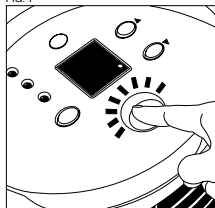

FIG. 2
- Potencia alta: Presione el botón (5) hasta que el piloto luminoso de potencia alta (2) se encienda (Fig.2).